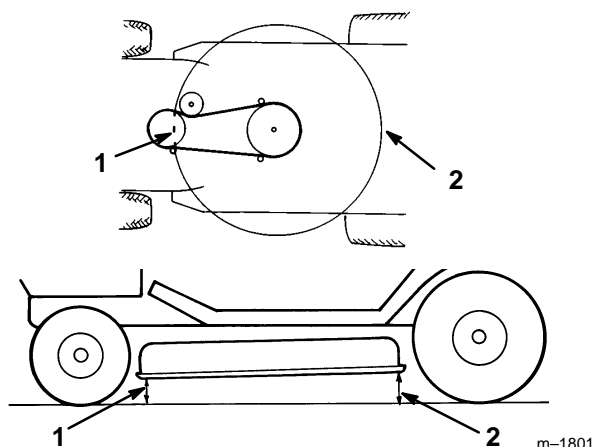

Abbildung 48
5. Zur Kontrolle der Schnittmesserneigung in Längsrichtung den Abstand zwischen der Mähdeckunterseite (Mitte vorne und Mitte hinten) und der ebenen Oberfläche messen (Abb. 48). Wenn die Mähwerkvorderseite mehr als 16 mm (5/8") tiefer liegt als die Mähwerkhinterseite, ist eine Einstellung erforderlich. Siehe Schritte 6–10.